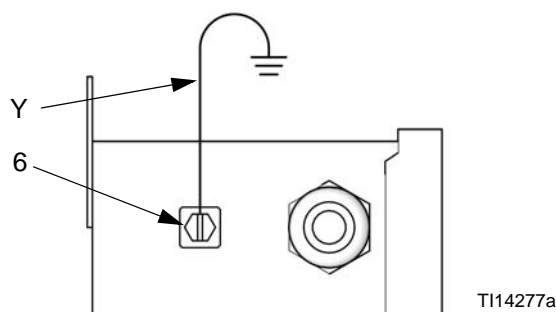

FIG. 6. Conexión a tierra del alojamiento
Conecte un hilo a tierra (Y) desde el tornillo de conexión a tierra (6) del alojamiento hasta una toma de tierra verdadera. Véase FIG. 6.